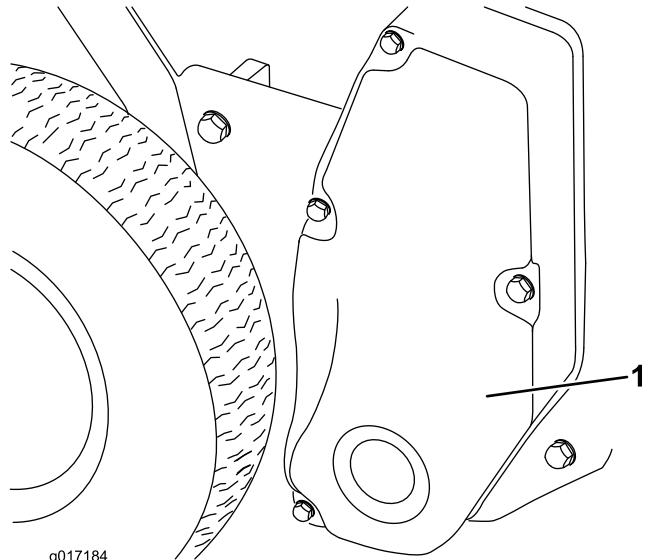

Figura 17
- Togliete i 4 bulloni che fissano il cappuccio della cinghia di trasmissione del cilindro alla piastra laterale destra e rimuovete il cappuccio (Figura 17).